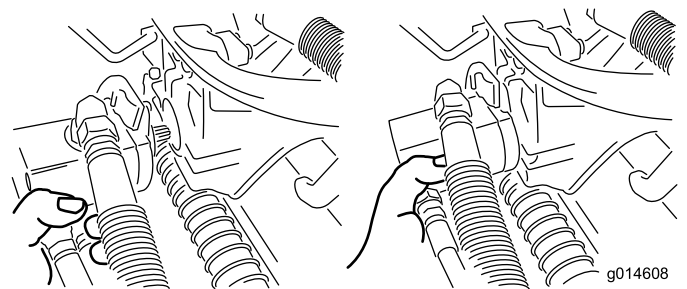

図 36
3. 外したモータは、サスペンション・アームの前部にある一時保管位置にセットしておく (図 36)。